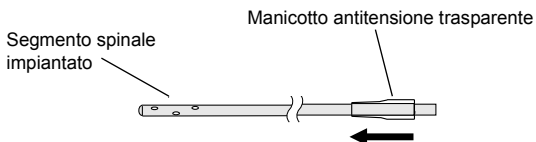

Figura 8. Scorrimento del manicotto antitensione trasparente lungo il segmento spinale.
3. Partendo dall'estremità più sottile, fare scorrere il manicotto antitensione trasparente lungo il segmento spinale (Figura 8 a pagina 98).